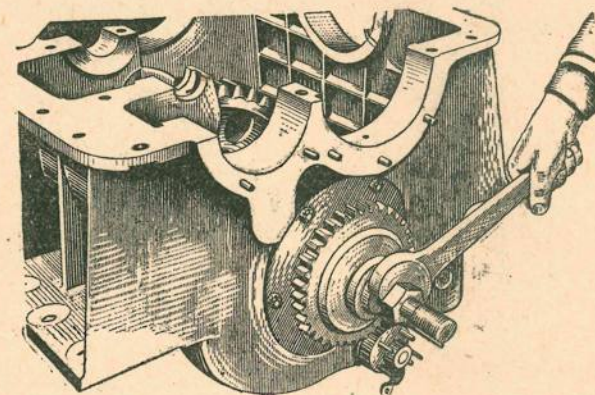

Рис. 115. Запрессовка шестерни муфты полужесткого соединения коробки перемены передач при помощи приспособления
9. Сняв с главного вала (слева по ходу машины) временную втулку, уложить в обойму сальник, установить поджимное кольцо, специальным ключом завернуть гайку сальника 55. Заправить на вал и при помощи затяжного винта (рис. 115) посадить до упора в подшипник шестерню муфты 49 (рис. 102). Таким же путем набить сальник и посадить шестерню муфты на правый конец главного вала.